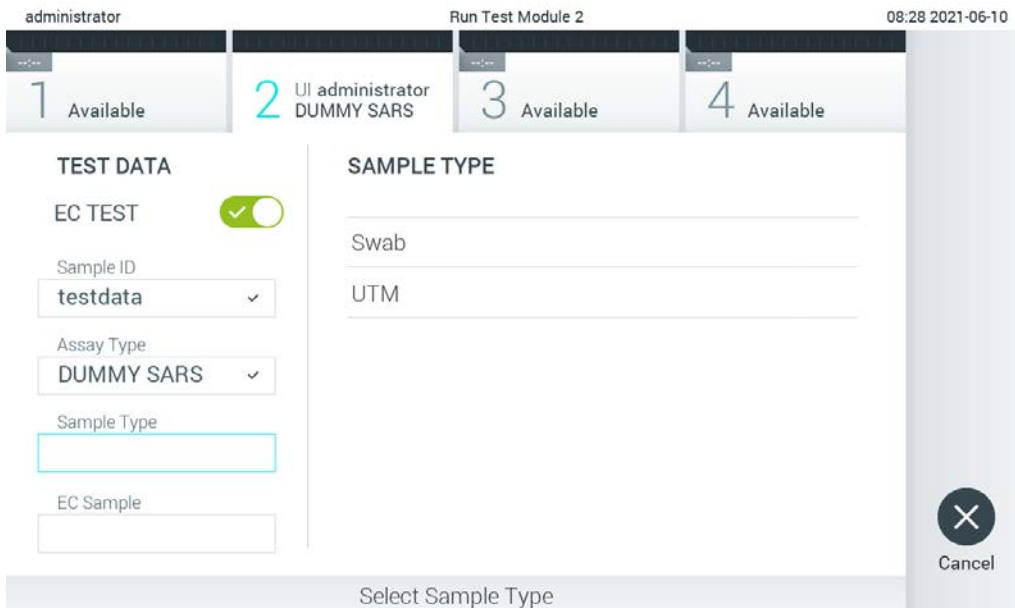

Abbildung 90: Auswählen eines Probenotyps.
5. Wählen Sie gegebenenfalls den entsprechenden Probenotyp aus der Liste aus (Abbildung 90).